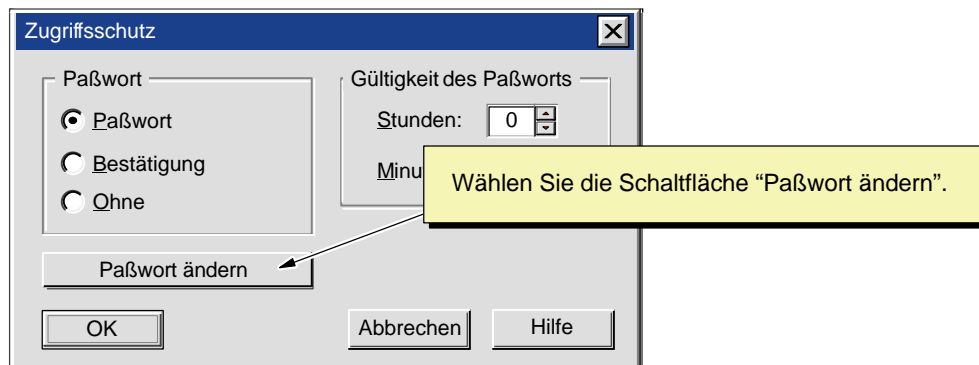

Bild 4-21 Aufrufen des Dialogfelds "Paßwort ändern"
3. Wählen Sie im Dialogfeld "Zugriffsschutz" die Schaltfläche "Paßwort ändern" (siehe Bild 4-21).